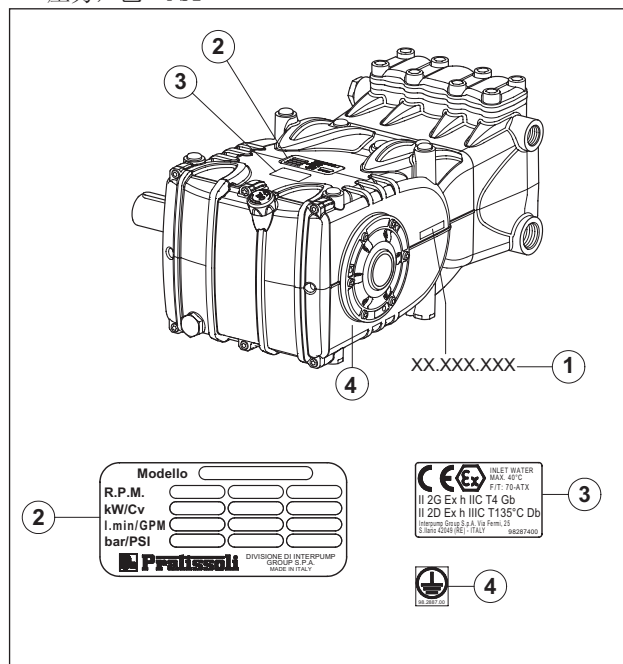

图 1
每台泵均带有自己的系列号XX.XXX.XXX，请参阅位置①，以及一个标牌，请参阅②的图1，上面标有：